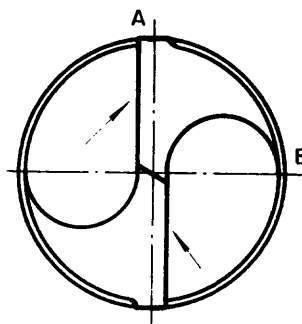

Fig. 3
- b Dé movimientos giratorios a la broca hasta que el punto de contacto de la misma con la muela recorra toda la superficie desde el punto A hasta el punto B (fig. 3).